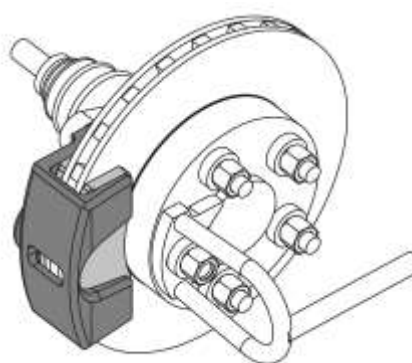

Fig. 62
17. Mettere un freno ausiliario per fissare il disco del freno, fig. 62.